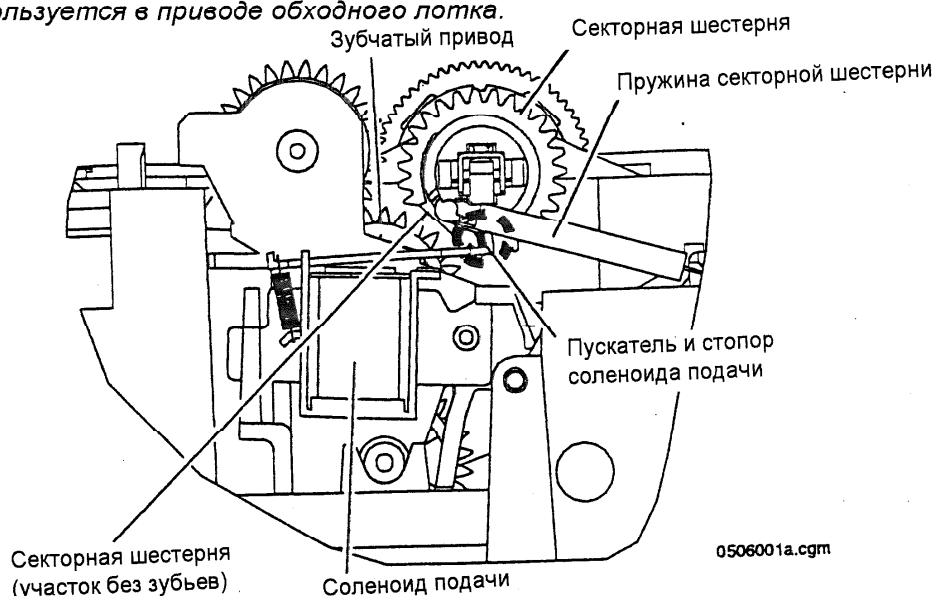

Рис. 4. Механизм секторной шестерни (муфты)
1. Срабатывает соленоид подачи бумаги (см. рис. 4)
- б. Пружина секторной шестерни оттягивает секторную шестерню, поворачивая ее настолько, чтобы зубья секторной шестерни вошли в зацепление с приводом шестерни (см. рис. 4).